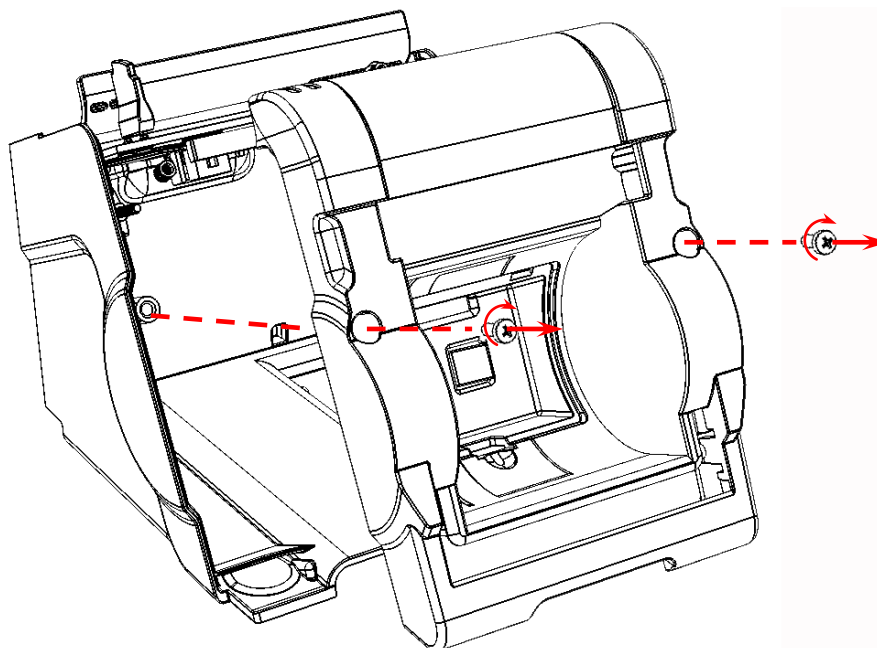

Рисунок 13. Отделение передней панели от корпуса изделия
6. Установить переднюю панель на корпусе изделия, предварительно аккуратно продев кабель ЭКЛЗ–ККТ в проем передней панели, вкрутить винты крепления (смотрите рисунок 13).
3. Отвести переднюю панель на расстояние не больше шлейфа, предварительно аккуратно продев кабель ЭКЛЗ–ККТ в проем в передней панели изделия (смотрите рисунок 13).
8. Установить переднюю панель на корпусе изделия, предварительно продев кабель ЭКЛЗ–ПТК в проем. Зафиксировать винтами (смотрите рисунок 13).